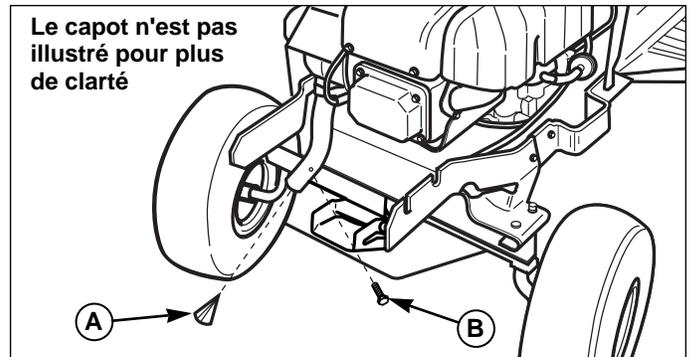

Figure 16. Nettoyer/remplacer la grille d'échappement
2. Retirer la vis (B, Figure 16). A l'aide de pinces, enlever la grille d'échappement (A).